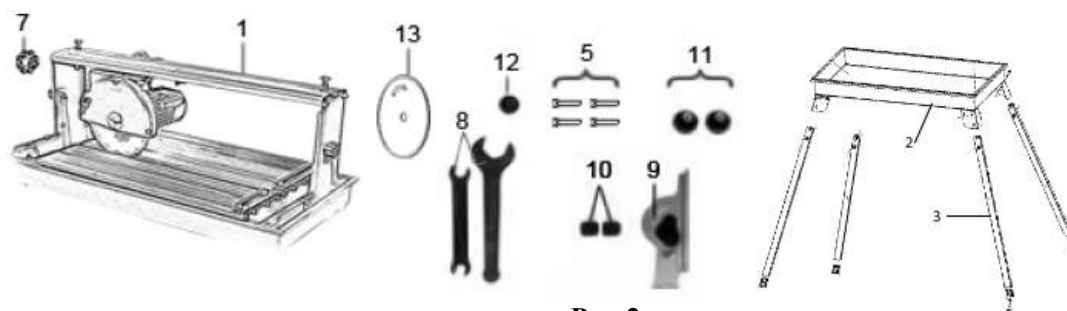

Рис.2
- 5.2.1. Вставьте пробку (12) в сливное отверстие поддона (2) (рис.2).
- 5.2.2. Поместите плиткорез с помпой (1) в поддон (2) (рис.2).
- 5.2.3. Прикрутите ограничители (10) винтами (11) на направляющей плиткореза (рис.2).
- 5.2.4. Закрепите регулировочный упор (9) на столе плиткореза (рис.2).
- 5.2.5. Установите и затяните отрезной диск ключами (8) (рис.2).
- 5.2.6. Открутите транспортировочный винт (7) (рис.2).